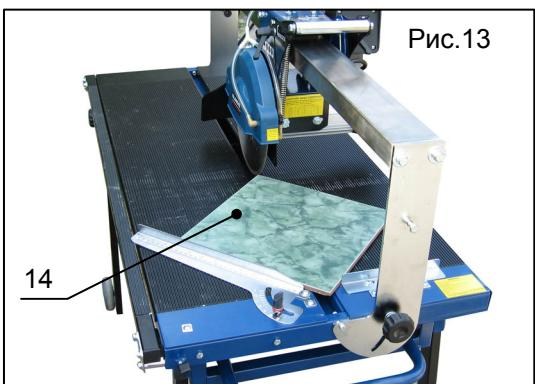

Рис.13
3. Переместите режущую головку в крайнее левое положение. Установите плитку (поз.14, рис.13) на рабочем столе, прижав её к угловой направляющей.